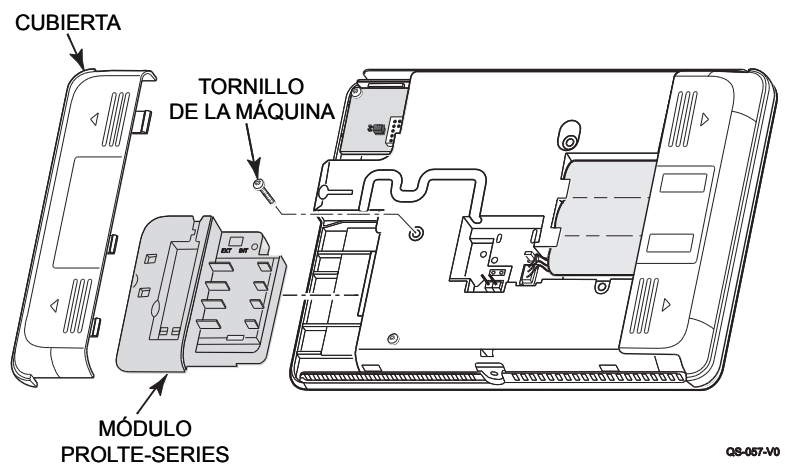

Figura 2. Instalación del Módulo PROLTE
8. Inserte el módulo de la serie PROLTE en la ranura del lado izquierdo del control, como se muestra en la Figura 2, y asegúrese de que el receptáculo esté bien asentado en el conector de borde del control.